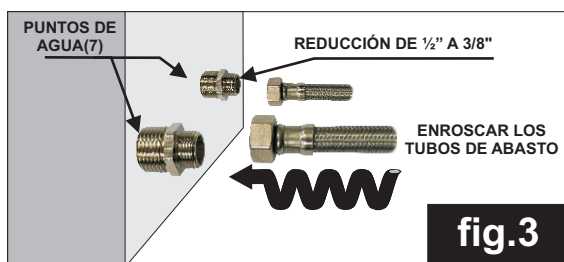

fig.3
- Conectar las reducciones de 1/2" a 3/8" a los puntos de agua(7) (**fig.3**)
- Seguidamente conecte los tubos de abastos (6) a las reducciones de 1/2" a 3/8"(**fig.3**)
- Connect the Reductions from 1/2 "to 3/8" to water points (7) (**fig. 3**)
- Then connect the tubes of supplies (6) to Reductions of 1/2 "to 3/8" (**fig. 3**)